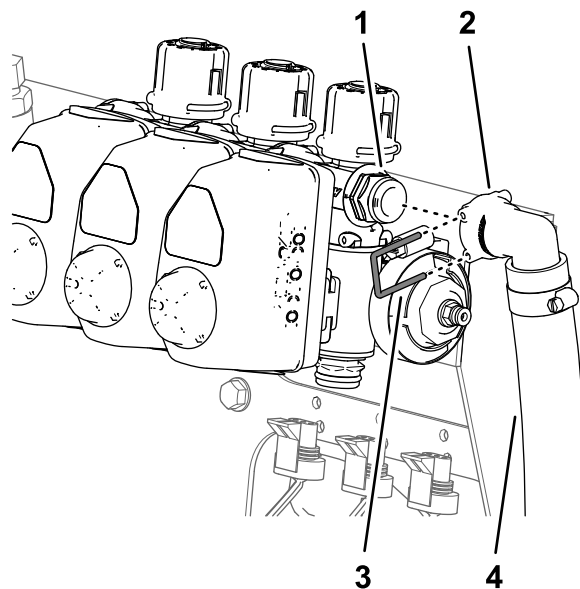

Рисунок 59
- На машинах без дополнительного комплекта ручного распылителя или дополнительного комплекта электрического шлангового барабана снимите малый держатель, который крепит быстроразъемный штуцер перепускного шланга к быстроразъемному штуцеру перепускного клапана правой секции (Рисунок 59).